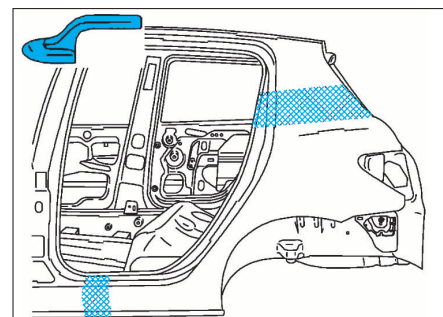

FIG. 113
- Faire un étamage selon (Fig.113).